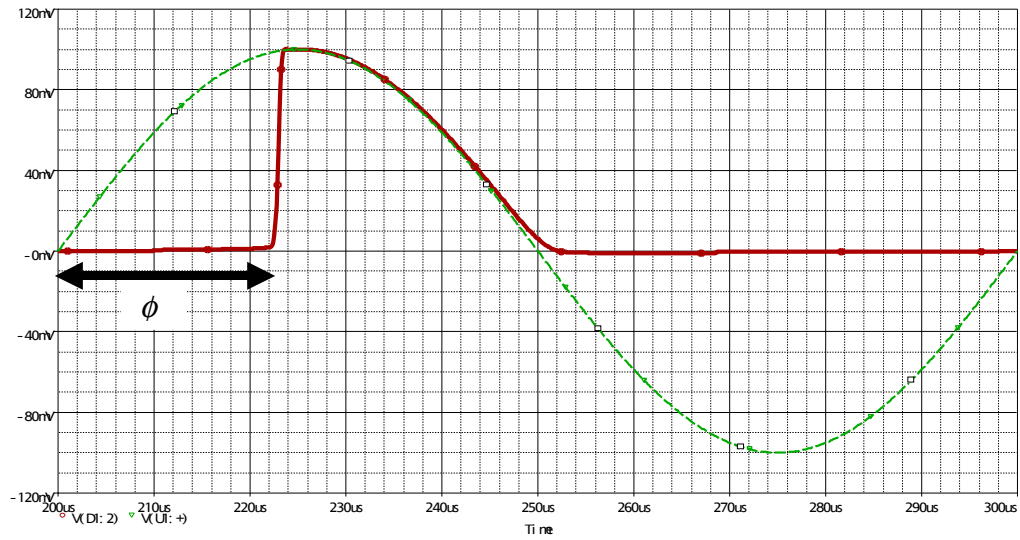

Figura 16: Vo x t no retificador de meia onda com erro no ângulo devido à SR do AMPOP
Quando o retificador está operando em frequências elevadas, onde a *slew rate* gera um erro no ângulo de retificação, o valor médio também conterá um erro que será função deste ângulo. Considerando-se ϕ o ângulo inicial da retificação, como mostrado na Figura 16, temos:
c) Retificação em meia onda (Figura 16):